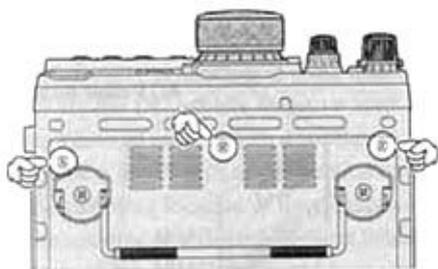

Рисунок 1
- (1) Отключите питание трансивера, отключите все кабели от трансивера.
- (2) Удалите шесть винтов (три на нижней панели и три на задней панели) и снимите нижнюю крышку корпуса (рисунок 1 и 2).